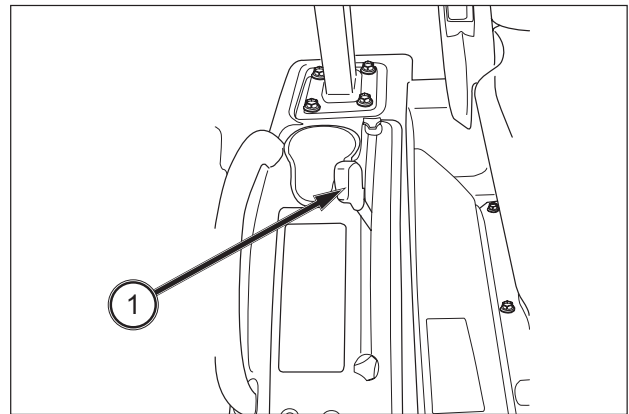

ABB. 89
**ABB. 89:** Im Steuerbereich rechts neben dem Fahrersitz befinden sich Bedienelemente für folgende Hubwerksfunktionen: Lageregelung – Hält die Höhe des Hubwerks in Relation zum Traktor konstant. Durch Zurückziehen des Positionswahlhebels (1) werden Hubwerk und Anbaugerät angehoben. Durch Vorwärtsschieben des Hebels wird das Hubwerk abgesenkt. Jede Stellung des Hebels bewirkt eine bestimmte Position von Hubwerk und Anbaugerät.